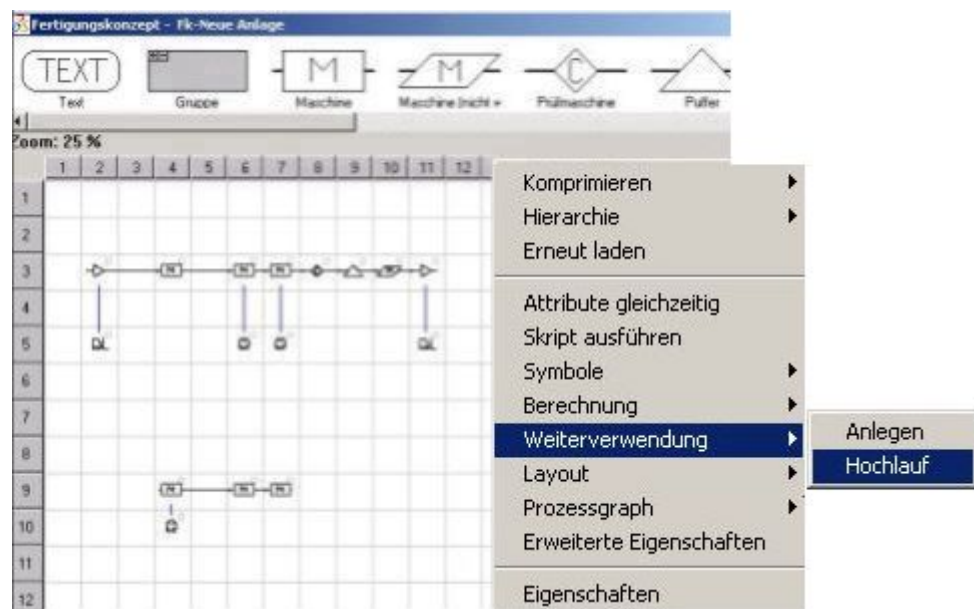

Abbildung 76: Hochlaufberechnung aus dem Fertigungskonzept starten
- Drücken Sie auf einem freien Platz im Fertigungskonzept die rechte Maustaste. Siehe auch: Abbildung 76.